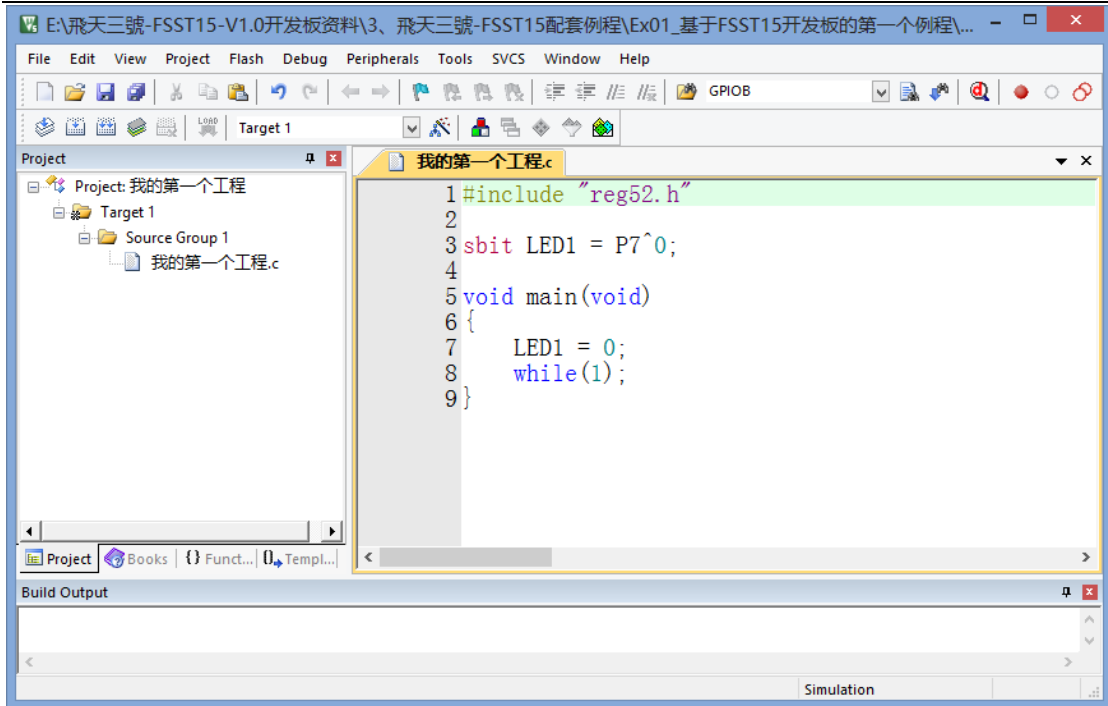

图 2-14 输入程序之后的界面
(8) 编写代码，读者这里只需 CTRL+C、CTRL+V 实例 1 的源代码，暂时不需理会代码的具体含义，输入代码之后的软件编辑界面如图 2-14 所示。